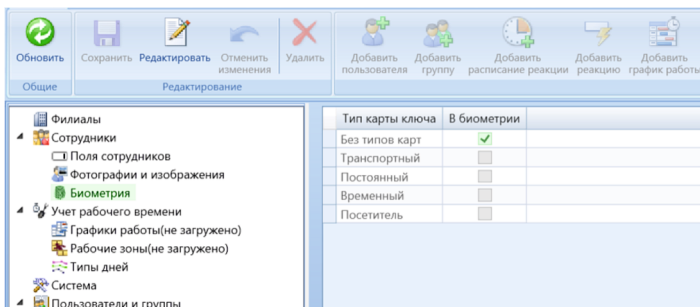

Рис. 13. Настройка распознавания без использования типов карт сотрудников
2. В разделе «Биометрия» через кнопку «Редактировать» поставьте флажок напротив «Без типов карт», если на вашем объекте нет разделения типов карт сотрудников, то выберите нужный тип ключа который будет использоваться для биометрии (рис. 13). Если вы используете один ключ для сотрудника (без типа карт), то в настройках биометрии выберите «Без типа ключа». Если вы используете несколько ключей для сотрудника, например Карта и Мобильный идентификатор, то желательно основному ключу присваивать Тип, который и следует выбрать при настройках биометрии.
6. Если сотруднику не присвоен ключ, то нажмите кнопку «Сгенерировать». Проверьте, чтоб в поле «Тип карты» был указан ключ, который был выбран для использования биометрии (см. рис.13).